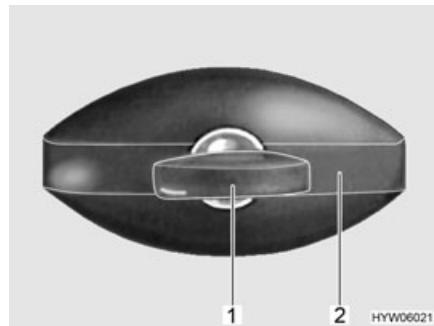

Fig. 26 Serratura dello sportello
- Inserire la chiave nel cilindro della serratura (Fig. 26,1) e ruotare in senso antiorario di un quarto di giro. La maniglia della serratura (Fig. 26,2) scatta all'infuori.